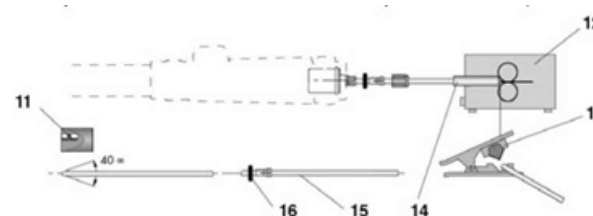

Рис. 2 Монтаж канала из синтетического материала
- Установите упорный ниппель поз. **7**, рис. 2, разд. 7.1.1, и уплотнительное кольцо поз. **16**, а также накидную гайку поз. **8** на канал поз. **15**.
- Держать под упором канал поз. **15** и закрутить накидной гайкой поз. **8**, рис. 2, разд. 7.1.1.
- Вставьте центральный разъем поз. **5**, рис. 2, разд. 7.1.1 с выходящим из него каналом поз. **15** до устройства подачи проволоки поз. **12**.
- Ослабьте центральный штекер поз. **5**, рис. 2, разд. 7.1.1.